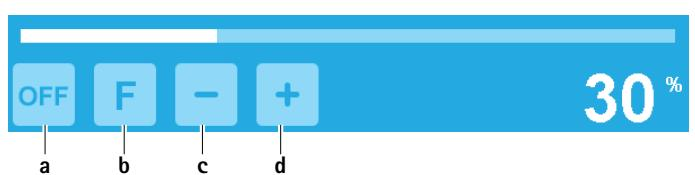

Abb. 7 Spülpumpe/„Flush“-Funktion aktivieren
- Spülpumpe aktivieren: Taste zum Einschalten der Spülpumpe **a** betätigen, siehe Abb. 7.
- ▶ Spülpumpe deaktivieren: Taste zum Ausschalten der Spülpumpe a betätigen, siehe Abb. 7.